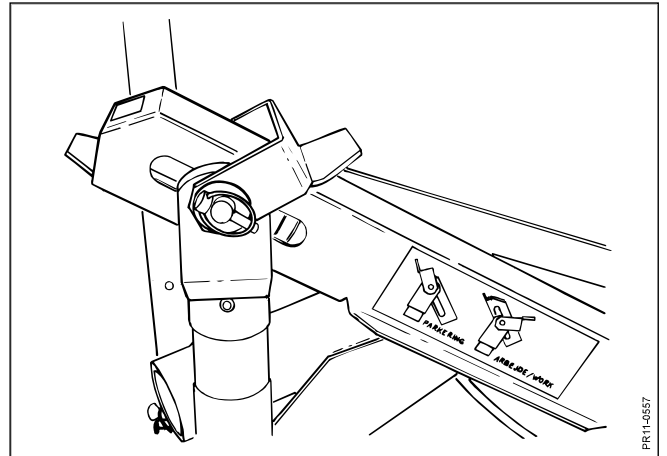

Fig. 2-5
- Fig. 2-5:** Bottenstoppet för lyftarmarna skall justeras så det är 2 cm kvar av det avlånga hålet på ovansidan för tappen på avlastaren.